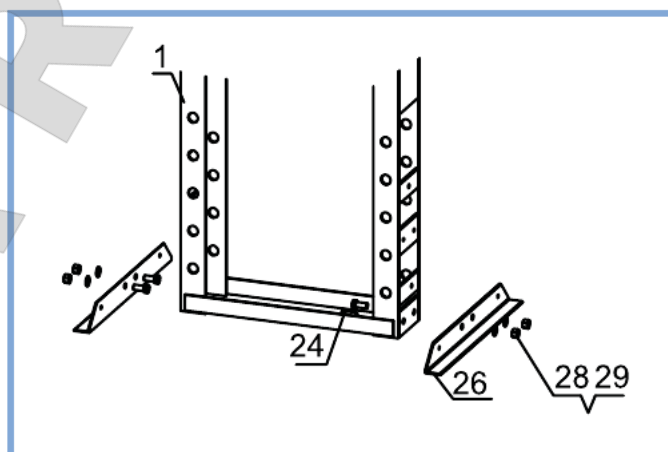

Рис. 1
2. Установите каркас (1) с правой стороны. Подтяните две опоры (26) под стойки каркаса пресса. Вставьте болты (24) на одинаковых позициях в специальные отверстия через каркас и опорные ножки. После этого подтяните их при помощи шайб (28) и гаек (29). Руководствуйтесь рис. 1: